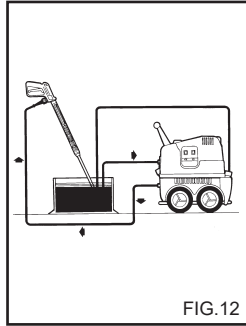

FIG.12
**OPERACIONES PARA EL USO DEL ANTIHIELO (fig. 12).**